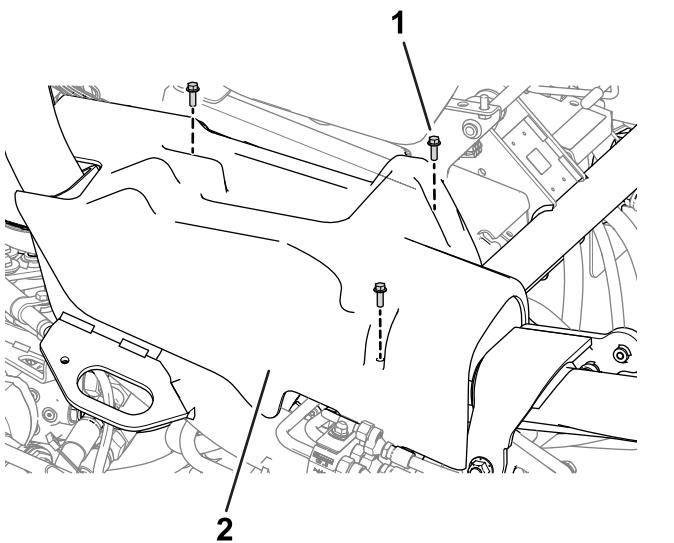

Figura 10
- 4. Retire la cubierta lateral derecha (Figura 10) de la máquina.
8. Instale la cubierta lateral derecha en la máquina (Figura 10).